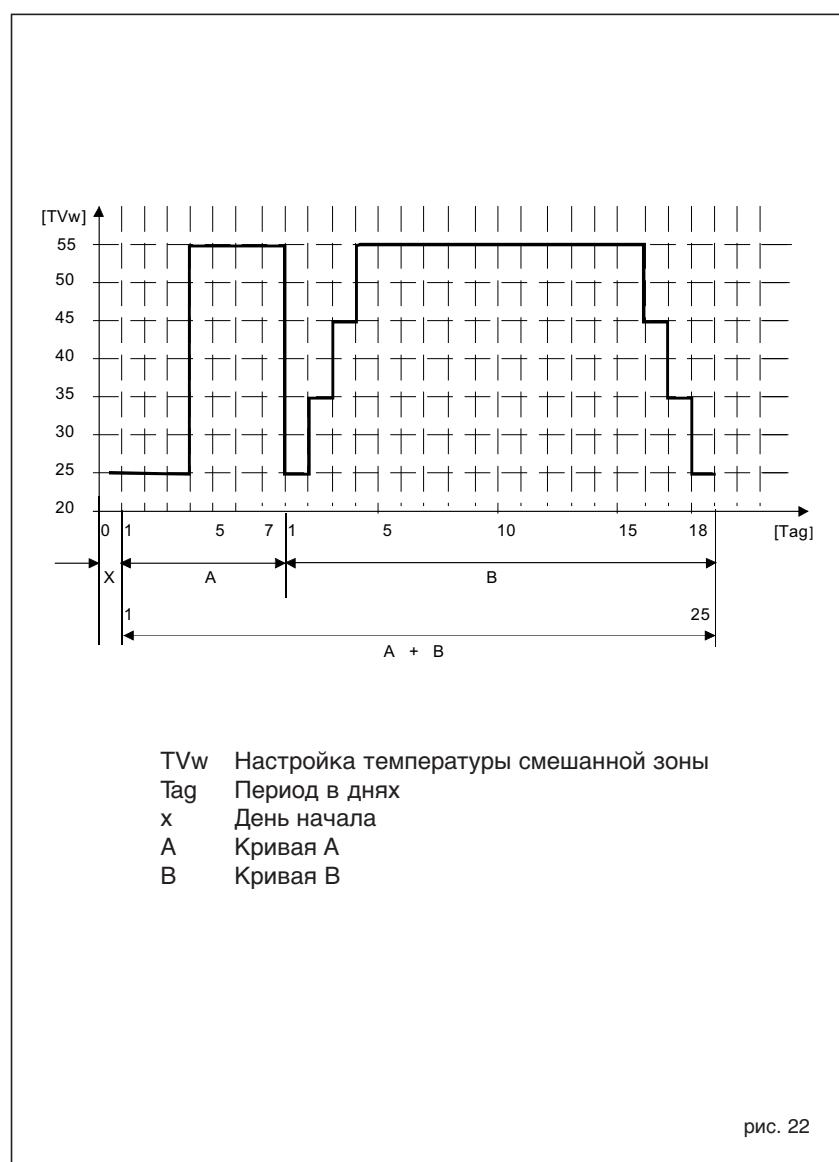

рис. 22
4.5.2 Функция сушки стяжки (рис. 22)
Настройка смешанной зоны следует ходу выбранной кривой и достигает не более 55°C. Во время выполнения функции игнорируются все запросы на тепло (отопление, ГВС, защита от замерзания и очистка труб). Во время функционирования дисплей показывает дни, которые остались до завершения выполнения функции (напр., главные цифры -15 = осталось 15 дней до выполнения функции). График на рис. 22 показывает ход кривых.